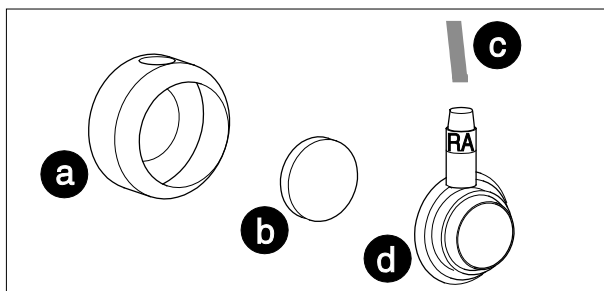

Bild 4-3. Wechseln der Filterscheibe
- \* Nehmen Sie den Saugdom (a) ab (Bild 4-3).